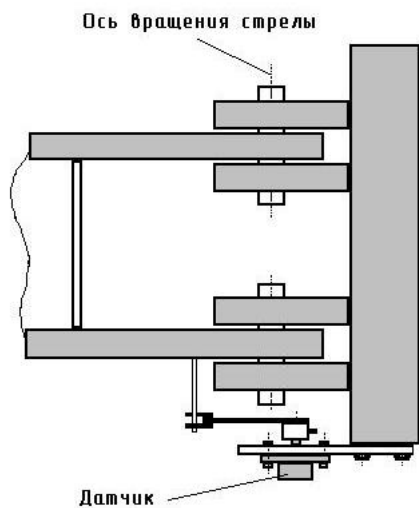

Рисунок 21 — Установка датчика вылета для маневровой стрелы
- для датчика вылета маневровой стрелы — с осью вращения стрелы (см. рисунок 21);